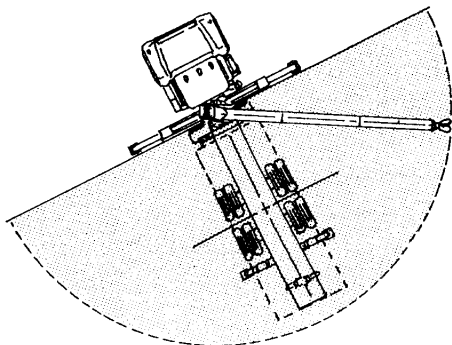

Figure 1
- de la zone de travail (angle de rotation) de l'équipement (**figure 1**); et